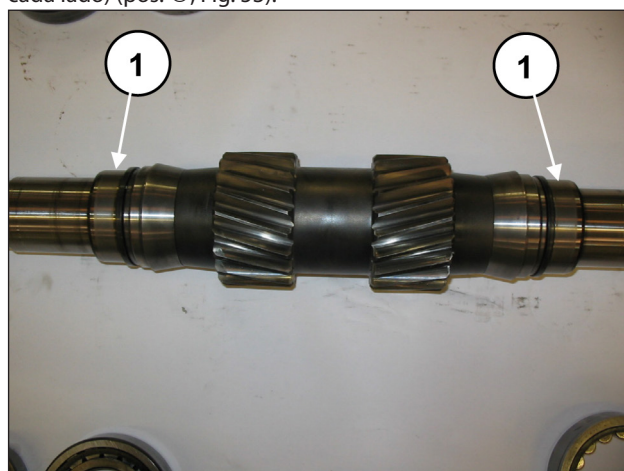

Fig. 53
insira no eixo PTO os 2 anéis internos dos rolamentos (um em cada lado) (pos. ①, Fig. 53).